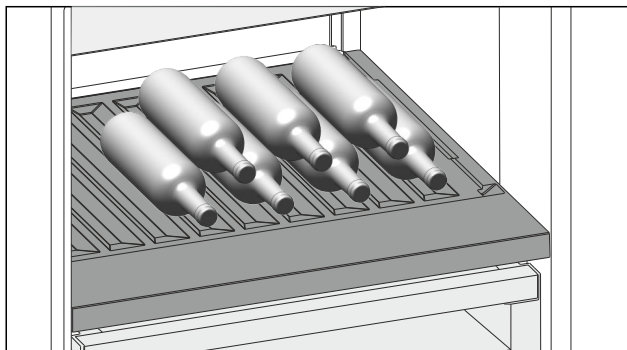

Fig. 114
- ▶ Flaschen mit dem Boden nach hinten zur Rückwand einlegen. (siehe Fig. 114)